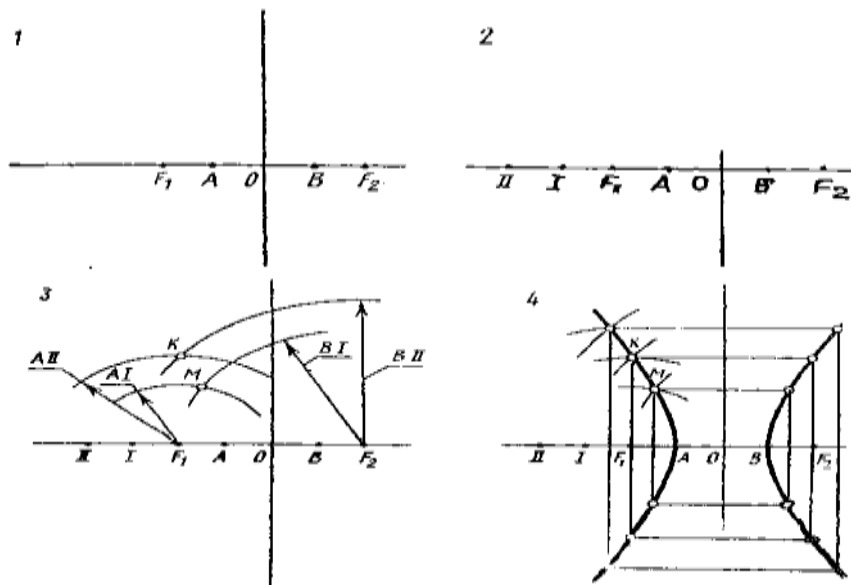

Рис. 41. Построение гиперболы
**Построение гиперболы дано на рис. 41.**